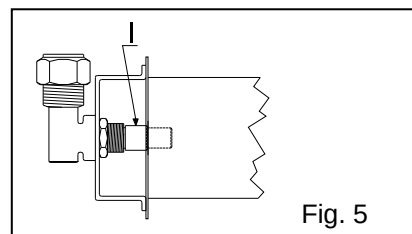

Fig. 5
5.3.2 Bruciatore principale (Fig. 5)